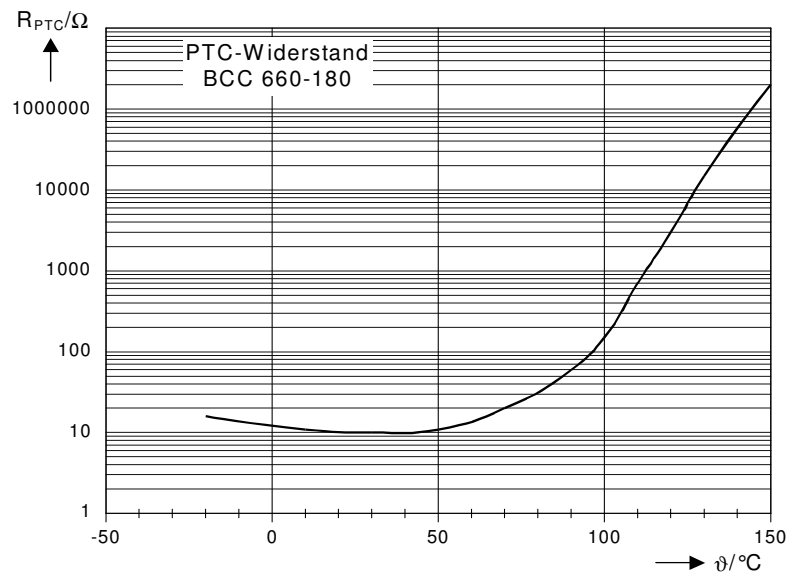

Bild 3: Kennlinie  $R_{PTC} = f(\vartheta)$  in einfach-logarithmischer Darstellung.
Bild 3 zeigt die Widerstands-Temperatur-Kennlinie des verwendeten PTC-Widerstandes, Typ BC660-180 in einfach-logarithmischer Darstellung.
b) Ermittle mit Hilfe der Widerstands-Temperatur-Kennlinie aus Bild 3 die Temperatur des PTC-Widerstands bei Kurzschluss: